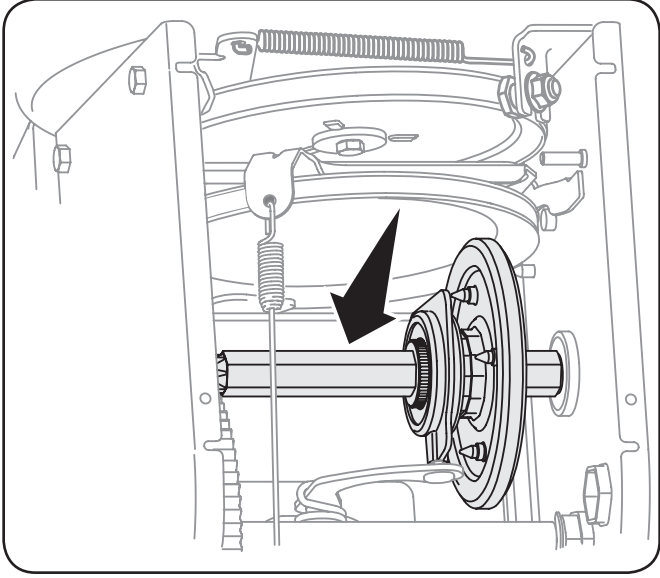

Figure 6-6
4. Appliquez une légère couche de pâte anti-grippant sur l'arbre hex. Voir la Fig. 6-6.